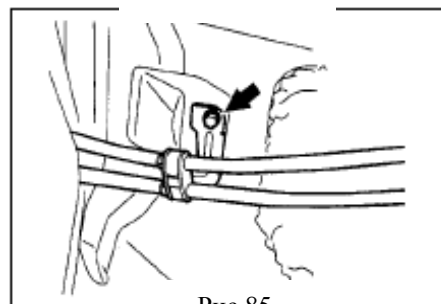

Рис.85
- (4) Подсоедините держатель тросов управления и закрепите болтами тросы управления. (рис.85)